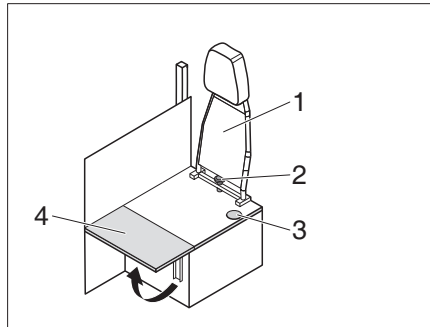

Fig. 204 Transformation conduite-habitation
- Dévisser la vis en étoile (Fig. 204,2) et retirer le dossier (Fig. 204,1) vers le haut.
- Rabattre la rallonge de la banquette (Fig. 204,4).
- ▷ Pour la transformation du mode habitation au mode conduite, répéter ces étapes dans l'ordre inverse. Veiller à ce que la ceinture de sécurité passe par l'ouverture (Fig. 204,3).